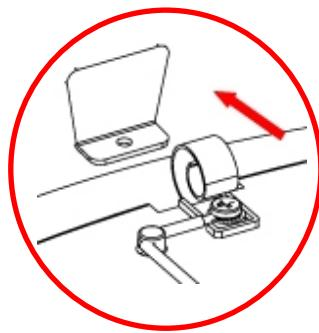

Рис. 4
- Осторожно снимите корпус, прикрепленный к основанию фланцами, соединяющими обе части сзади (Рис.4).